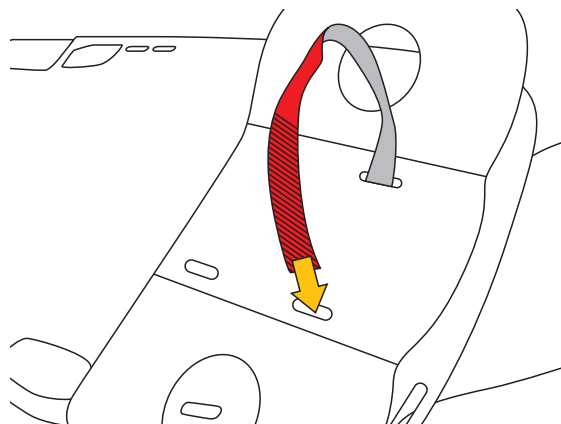

Fig.5
a) Inserire le fettucce di velcro nelle fessure del fermacapo e della tavola spinale (fig. 5).